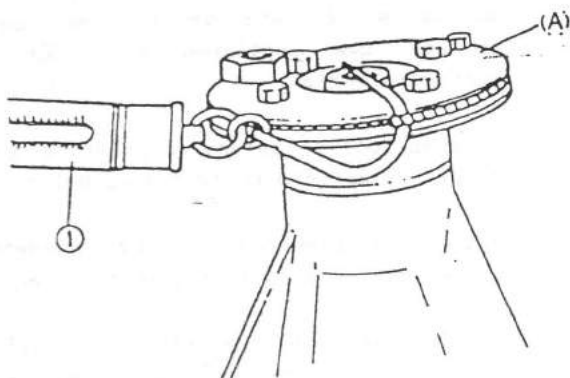

Fig. 16-23
Cuando el piñón de ataque está instalado de manera definitiva en el carter diferencial, debe ofrecer una cierta resistencia al giro, al comprobarlo empleando la herramienta especial (A) representada en la Fig. 16-23.
Regule la precarga del cojinete lateral durante el ajuste del juego, instale la herramienta especial sobre el piñón de ataque de la manera observada en la Fig. 16-23, y mida con un dinamómetro (1). Si la lectura obtenida en el instante en que comienza a moverse la corona está dentro del gráfico indicado a continuación, se considera la precarga del cojinete lateral como aceptable. Con respecto al gráfico, por ejemplo, cuando la precarga del cojinete del piñón de ataque medido de la manera observada en la Fig. 16-23 es de 2,6 Kg., la precarga del cojinete del piñón de ataque medido en kg. + la precarga de los cojinetes laterales de la corona, debe ser de 2,8-3,2 kg.